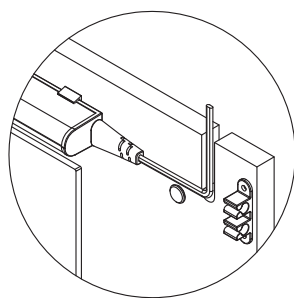

图9
1) 如图9所示，将接线头从化妆镜的开槽处引出，并把接头插入灯具。